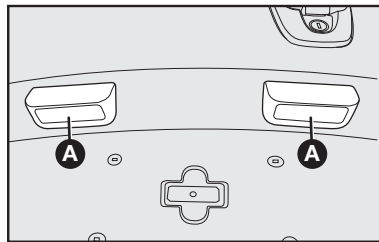

fig. 19
LUZ DE PLACA - fig. 19
- 1) retirar o refletor com a lâmpada queimada **A-fig. 19** empurrando-o com suavidade para a direita e desencaixá-lo com cuidado da sua sede.